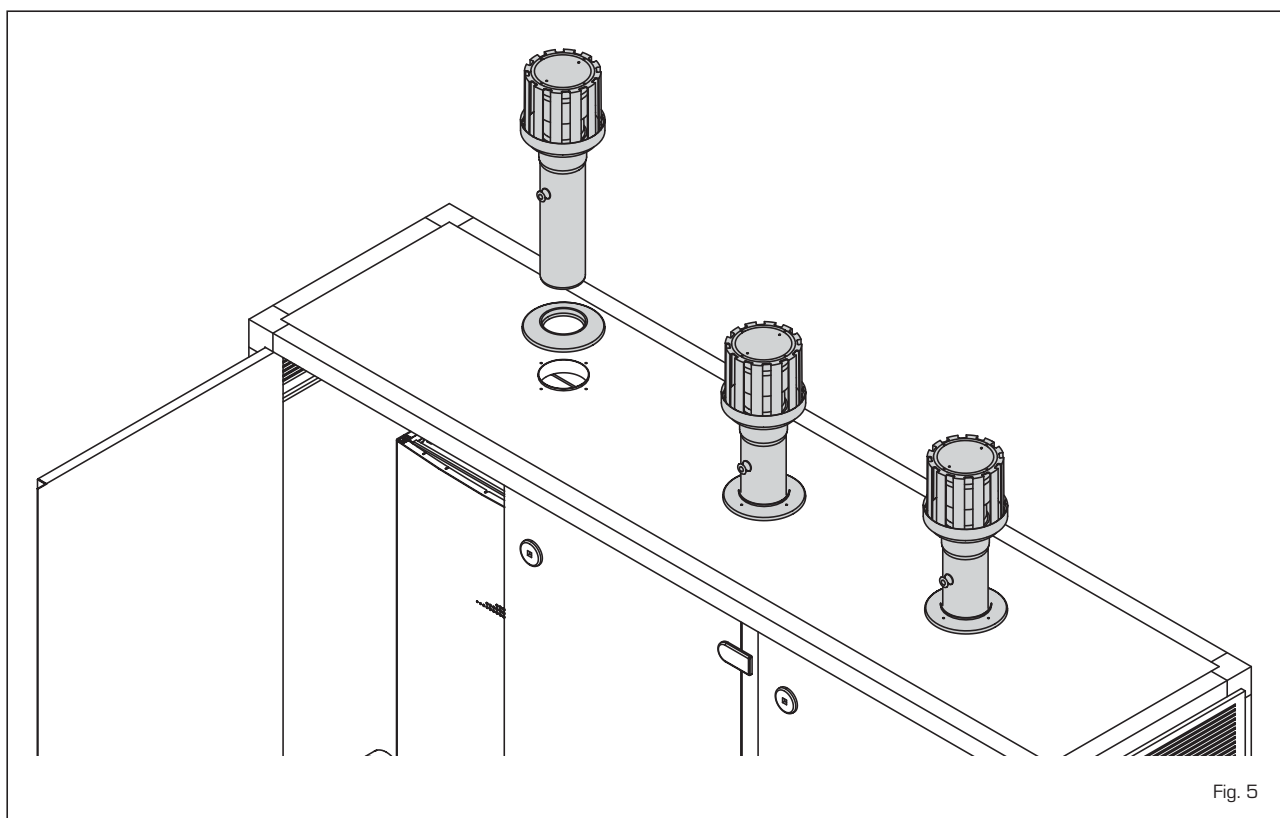

Fig. 5
2.6 DESCARGA HUMOS PARA INSTALACIÓN EXTERNA (fig. 5)
Para este tipo de instalación es preciso solicitar el terminal de descarga para módulo individual cód. 8089530. Para el montaje del accesorio incluido en el suministro a petición ver la fig. 5.